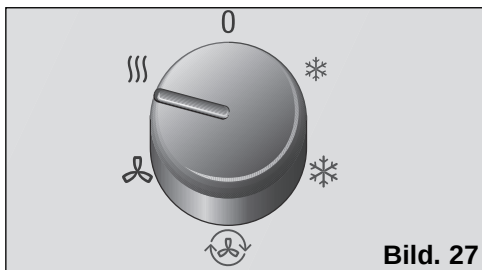

Bild. 27
- ☐ Välj funktionen för värme. **Bild 27**.